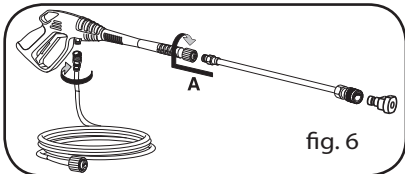

fig. 6
2. Innestare il tubo ad alta pressione alla pistola. Inserire la lancia nella prolunga della pistola e ruotare l'estremità della pistola fino alla posizione di blocco (fig.6). Inserire l'ugello (fig.2A).